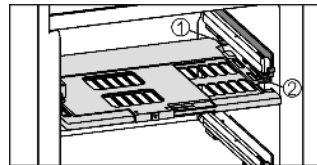

Fig. 6
- ▶ Introducir la placa de regulación de la humedad: introduzca los nervios de la tapa de la placa desde abajo en el soporte trasero Fig. 6 (1) y encájelos por delante en el soporte Fig. 6 (2).